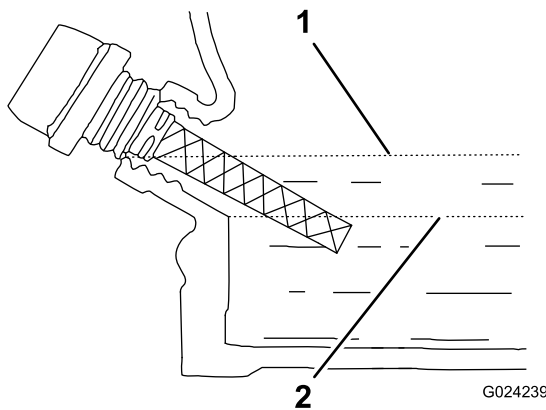

Рисунок 19
**Примечание:** Если уровень масла рядом или ниже отметки нижнего предела на щупе, долейте масло так, чтобы уровень поднялся до отметки верхнего предела (нижний край отверстия заливной горловины), см. Рисунок 19. Проверьте уровень масла снова. Не переполняйте картер.